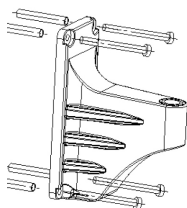

Fig.1
4. Fissare correttamente la staffa con le quattro viti autofilettanti (Fig. 1).